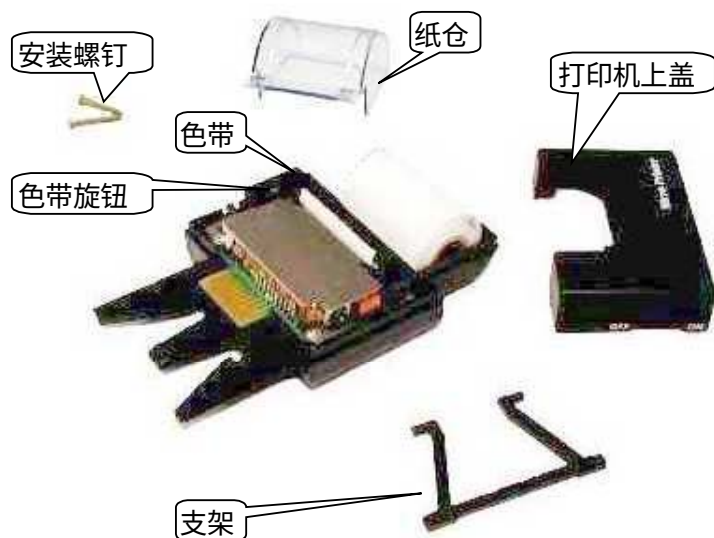

图 5-5
- 更换色带：先拆下打印装置，再按图 5-4 方法打开打印机上盖。更换色带后，应按箭头指示方向旋动旋钮以拉紧色带（见图 5-5）。